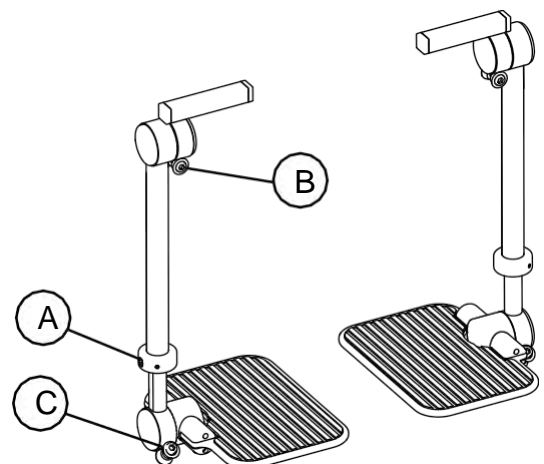

Fig. 5.54. Supporto della gamba medica.
Medic è montato lateralmente ed è regolabile in altezza (A), nell'angolo del poggiagambe (B) e nell'angolo del poggiapiedi (C), vedi Fig. 5.54.